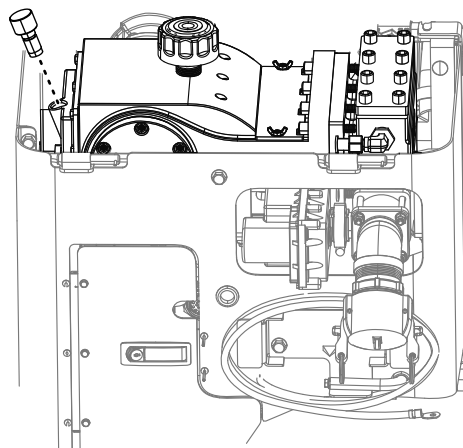
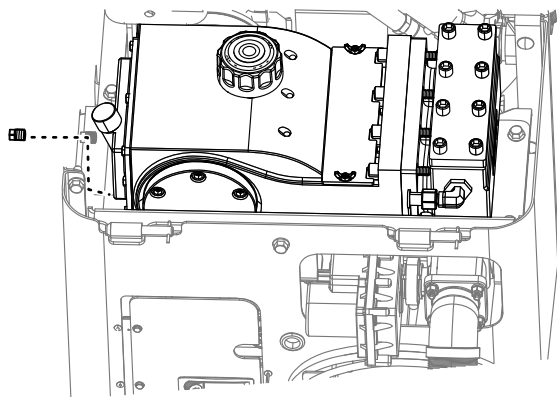

Рисунок 116
Рисунок 117
3. Извлеките масломерный щуп (Рисунок 116).
4. Убедитесь, что уровень масла находится на отметке заполнения, как показано на Рисунок 116.
4. Удалите сливную пробку и подставьте сливной поддон под сливное отверстие (Рисунок 117).
6. Дайте маслу стечь в сливной поддон (Рисунок 117).
8. Снимите крышку маслозаливной горловины (Рисунок 117) и залейте приблизительно 1,9 л масла или такое его количество, при котором уровень масла достигнет отметки заполнения по масломерному щупу, как показано на Рисунок 116.